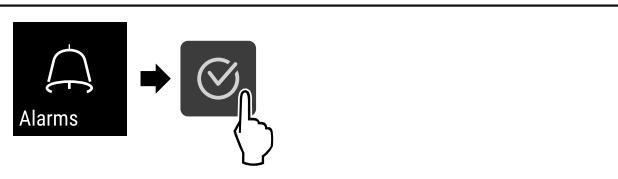

Fig. 103
- ▶ Изпълнете стъпките (виж Fig. 103).